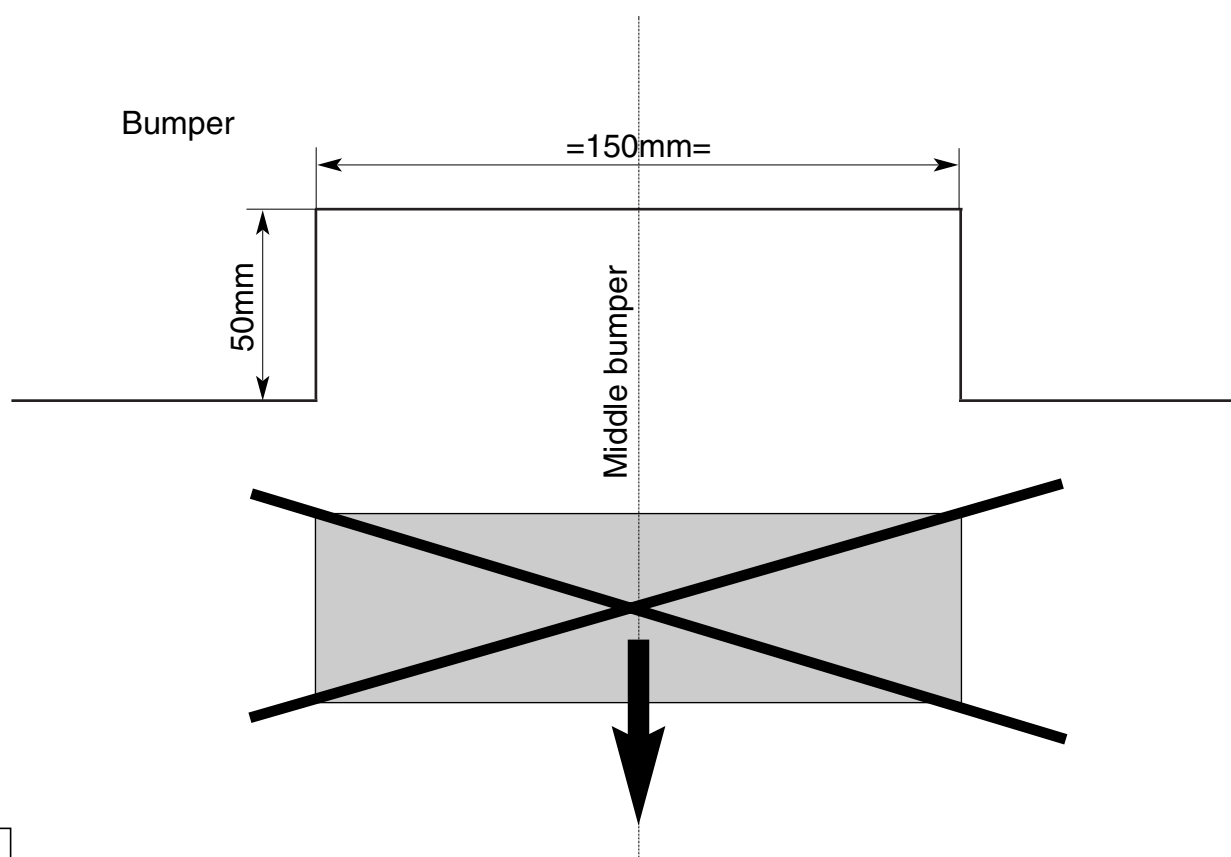

FIG.1
2. Kolo zapasowe wyjąć, następnie zdemontować tylni zderzak. Stosując się do rys.1 wykonać podcięcie na środku zderzaka. Elementy **A,B,C**, **D** i **E** złożyć. W punkcie **F** zastosować śrubę M12x65/21,2 stosując jednocześnie podkładkę płaską oraz nakrętkę samo kontrującą. W punkcie **G** zastosować śrubę M12x60 stosując podkładkę płaską oraz nakrętkę samo kontrującą. W punktach **H** i **I** zastosować osiem śrub M10x30 wraz z podkładkami sprężynowymi oraz nakrętkami samo kontrującymi.
2. Verwijder het reservewiel en demonteer de bumper. Zaag overeen-komstig fig.1 het betreffende gedeelte uit het midden van de bumper. Voeg de delen A, B, C, D en E van de trekhaak overeenkomstig schets samen. Bevestig t.p.v. punt F één bout M12x65/21,2 inclusief sluitringen en zelfborgende moeren. Bevestig t.p.v. de punt G één bout M12x60 inclusief sluitringen en zelfborgende moeren. Bevestig t.p.v. het punt H en I acht bouten M10x30 inclusief veerringen en moeren. Draai de zuijst geplaatste bouten overeenkomstig de tabel vast.
2. Remove the spare wheel and detach the bumper. Saw the relevant section out of the middle of the bumper, as shown in fig. 1. Join sections A, B, C, D and E of the tow bar together as shown in the sketch. Fit one M12x65/21.2 bolt with flat washer and self-locking nut at point F. Fit one M12x60 bolt with flat washer and self-locking nut at point G. Fit eight M10x30 bolts with spring washers and nuts at points H and I. Tighten the bolts just fitted to the values shown in the table.
2. Retirar la rueda de repuesto y desmontar el parachoques. Serrar de acuerdo con la fig. 1 la parte correspondiente del centro del parachoques. Juntar las partes A, B, C, D y E del gancho de remolque de acuerdo con el croquis. Fijar a la altura del punto F un tornillo M12x65/21.2 inclusive arandelas planas y tuercas de seguridad. Fijar a la altura del punto G un tornillo M12x60 inclusive arandelas planas y tuercas de seguridad. Fijar a la altura del punto H e I ocho tornillos M10x30 inclusive arandelas grover y tuercas. Apretar los tornillos ahora puestos de acuerdo con lo indicado en la tabla.
2. Fjern reservehjulet og demonter kofangeren. Sav det i fig. 1 viste stykke ud af midten på kofangeren. Dernæst samles anhängertækkedele A, B, C, D og E ifølge tegningen. Monter én bolt M12x65/21.2 i punkt F, inkl. planskiver og selvslæsende møtrikker. Monter én bolt M12x60 i punkt G, inkl. planskiver og selvslæsende møtrikker. Monter otte bolte M10x30 i punkterne H og I, inkl. fjederskiver og møtrikker. Spænd de nymonterede bolte ifølge tabellen.